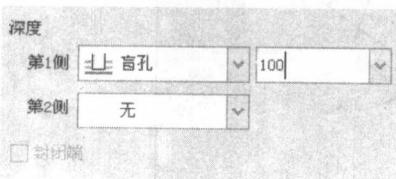

图 1-5
- (7) 单击“选项”按钮, 在“选项”面板的“第1侧”下拉列表框中选择“盲孔”选项, 并输入拉伸值为 100, 如图 1-5 所示。